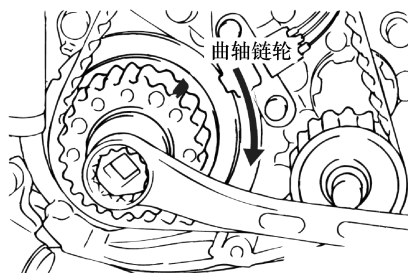

图 4-105 张紧正时带
10) 顺时针轻微转动曲轴链轮以消除张紧轮部分正时带的松弛, 如图 4-105 所示。